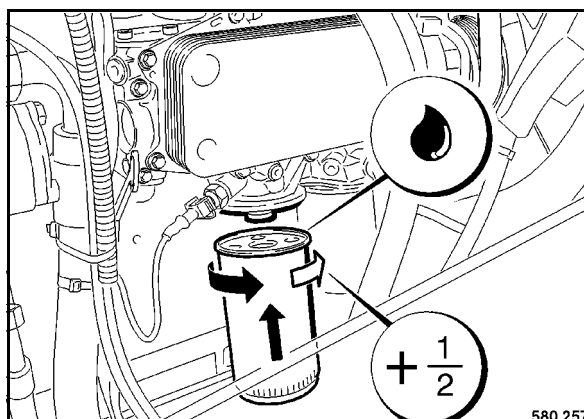

fig. 104
- Visser les cartouches neuves (fig. 104) à la main jusqu'en butée du joint.